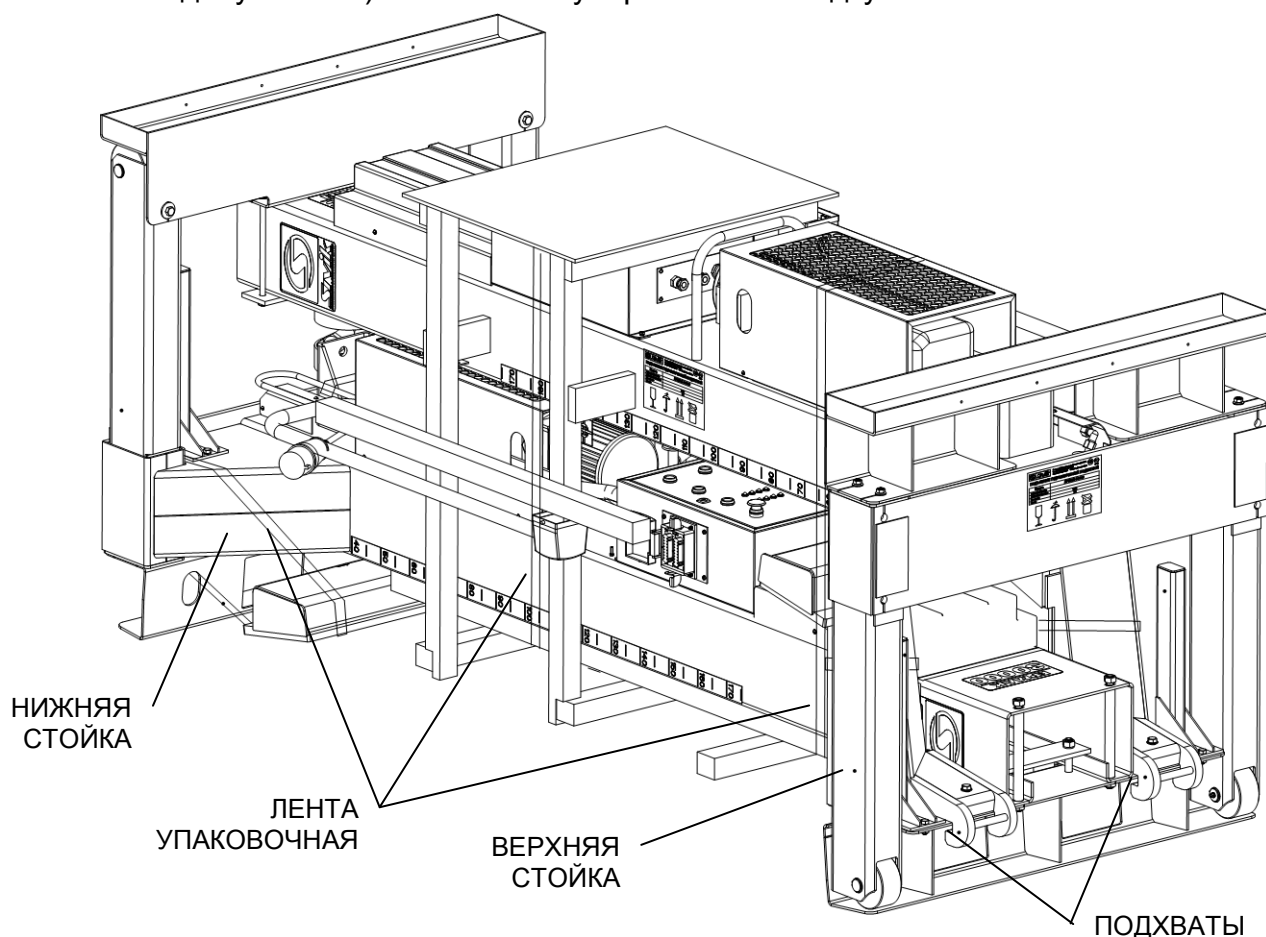

Рисунок 6.1 - Упаковочное место
6.1 Подъемник поставляется в частично разобранном виде и упакован в два (три) упаковочных места (рисунок 6.1). Сборка стоек подъемника должна проводиться специалистами, согласно рисункам 4.5Рисунок , 4.6Рисунок и 4.7Рисунок . Произвести перестановку опор 4 каждой стойки в той же комплектности как стояли при транспортировке (с подложкой 16 или без нее, для удобства демонтажа опор 4 подложки 16 могут быть приложены к опорам сбоку и зафиксированы клейкой лентой). Зафиксировать клинья 17, вставить крышку 18 и затянуть болтами 19 (люфт опоры в колонне не допускается). Установить упоры 23 и накладку 31 на место.